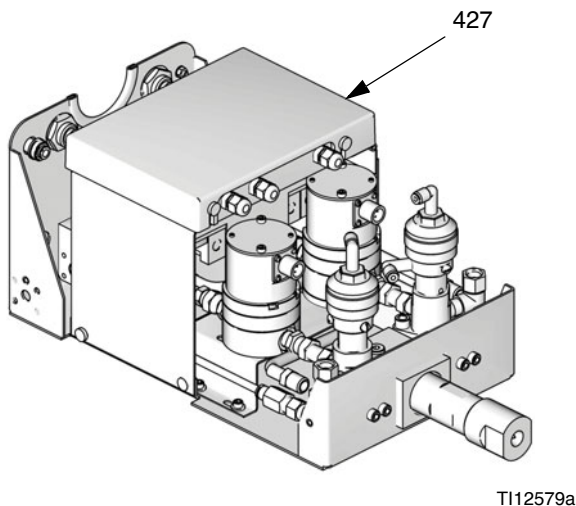

Рис. 27. Снятие крышки платы управления
2. Снимите крышку платы управления (427). Рис. 27.